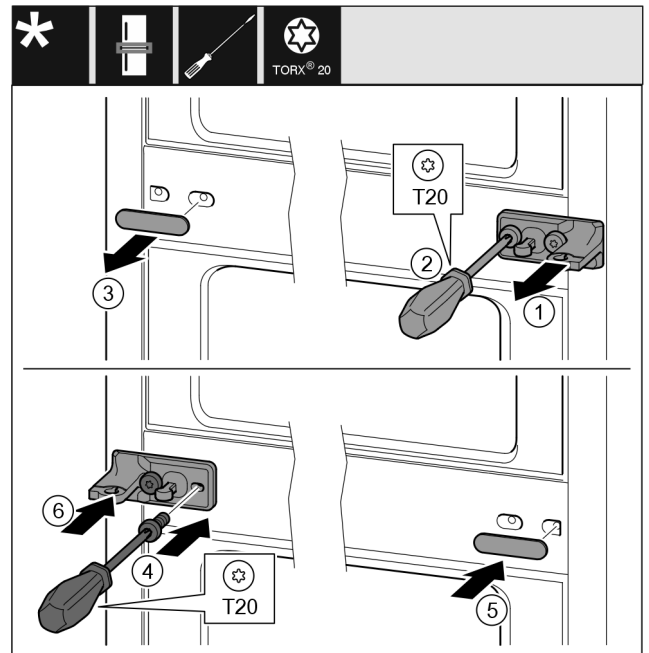

Fig. 33
- ▶ Scheibe abziehen. Fig. 33 (1)
- ▶ Schrauben mit Schraubendreher T20 herausdrehen. Fig. 33 (2)
- ▶ Abdeckung vorsichtig abziehen. Fig. 33 (3)
- ▶ Lagerbock mit Folie um 180° gedreht auf der anderen Seite fest anschrauben. Fig. 33 (4)
- ▶ Abdeckung um 180° gedreht auf der anderen Seite anbringen. Fig. 33 (5)
- ▶ Scheibe von vorn aufschieben. Fig. 33 (6)